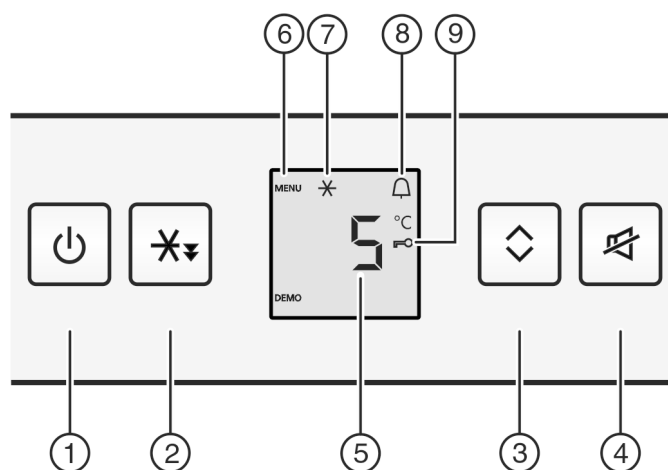

Fig. 2
- ▶ Premere il tasto On/Off *Fig. 2 (1)*.
- ▶ Premere il tasto Raffreddamento rapido *Fig. 2 (2)* per ca. 5 secondi.
- ▷ Sul display viene visualizzato il simbolo menu *Fig. 2 (6)*.
- ▶ Confermare brevemente con il tasto Raffreddamento rapido *Fig. 2 (2)*.
- ▷ Sul display si illumina il simbolo sicurezza bambini *Fig. 2 (9)*.
- ▶ Premere brevemente il tasto On/Off *Fig. 2 (1)*.
- ▶ Premere il tasto Allarme *Fig. 2 (4)*.
- ▶ premere brevemente il tasto Raffreddamento rapido *Fig. 2 (2)*.
- ▷ Il simbolo Raffreddamento rapido Fig. 2 (7) si illumina nel display.
- ▶ premere brevemente il tasto Raffreddamento rapido Fig. 2 (2).
- ▷ Il simbolo Raffreddamento rapido Fig. 2 (7) si spegne nel display.